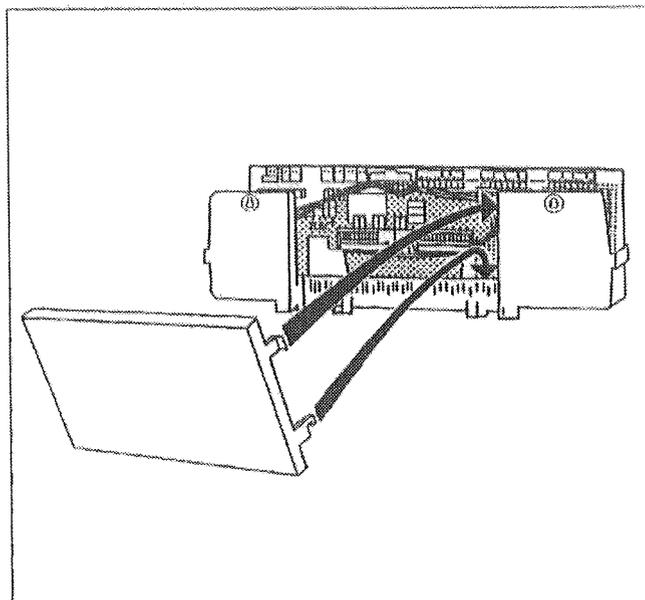

Fig. 19: Parete posteriore dell'apparecchio di regolazione HS 431x
- Per l'apparecchio di regolazione HS 431x: Si consiglia di staccare la piegatura inferiore della parete posteriore dell'apparecchio di regolazione. Inserire entrambi i ganci inferiori della parete posteriore nel listello di cablaggio, premere superiormente la parete posteriore fino allo scatto di entrambi i ganci superiori (Fig. 19).